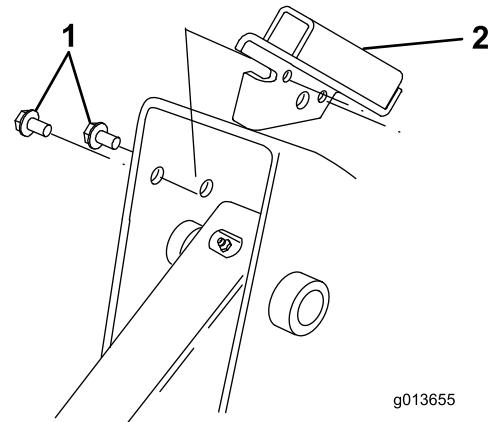

Figure 5
3. Alignez la languette du support d'écran de protection sur le bord avant du cadre, en plaçant le support à l'intérieur du logement du bras de chargeuse (Figure 5).
Remarque: Il y a un support droit et un support gauche. Veillez à monter le support correspondant à chaque côté. La languette doit passer sur le bord du cadre et le support doit se trouver à l'intérieur du logement du bras de chargeuse, les 2 petits trous du support étant en face des trous que vous avez percés dans le cadre (Figure 5).
4. Fixez le support au cadre à l'aide de 2 vis autotaraudeuses, comme illustré à la Figure 5.